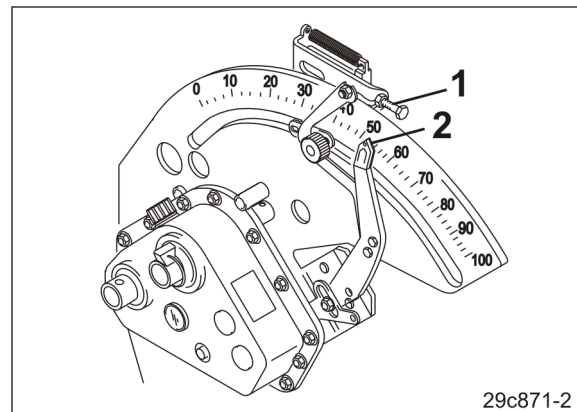

Fig. 162
3. Indstil geararmens viser (Fig. 162/2) ved hjælp af indstillingsskruen (Fig. 162/1) til den ønskede gearindstilling for den øgede udsåningsmængde.
Skrue indstillingsskruen (Fig. 162/1) ud for at øge udsåningsmængden.
Skrue indstillingsskruen (Fig. 162/1) ind for at reducere udsåningsmængden.